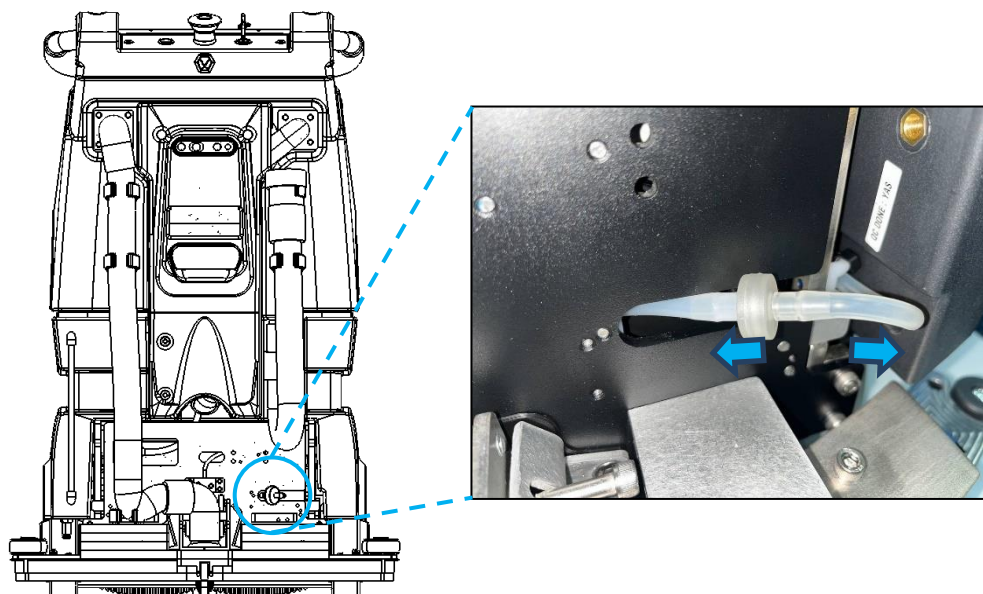

Fig. 2
2. Brancher le tube débranché indiqué (Fig 2).